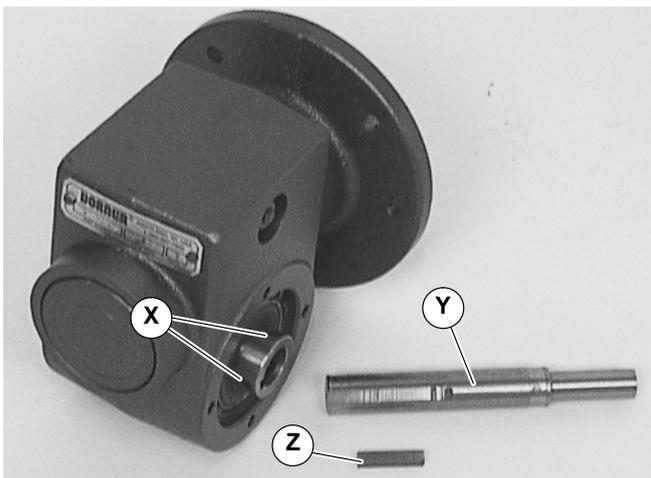

Abbildung 15
7. Zwei (2) Schrauben (U) entfernen, und Abtriebswellenabdeckung (V) abnehmen.
8. Abtriebswellenpaßfeder des Untersetzungsgetriebes (W) entfernen.
9. Sechs (6) Stellschrauben lösen (X siehe Abbildung 15). Abtriebswelle (Y) und Paßfeder (Z) entfernen.
11. Die Originalwelle (Y siehe Abbildung 15) und Paßfeder (Z) in das neue Untersetzungsgetriebe einbauen. Die Stellschrauben mit 3 Nm festziehen.